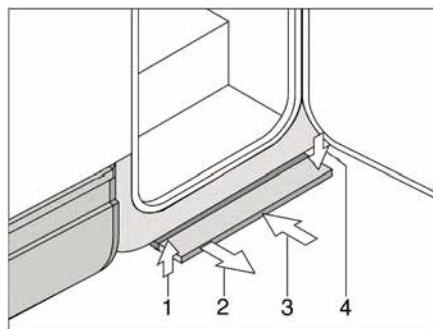

Fig. 5 Marchepied à commande mécanique
*Sortir :* ■ Tirer la marchepied vers l'avant (Fig. 5,2), jusqu'à ce qu'elle s'enclenche.
*Rentrer :* ■ Soulever légèrement le marchepied (Fig. 5,1).
■ Pousser le marchepied jusqu'à la butée sous le plancher du véhicule (Fig. 5,3) Veillez à ce que le marchepied s'enclenche (Fig. 5,4).